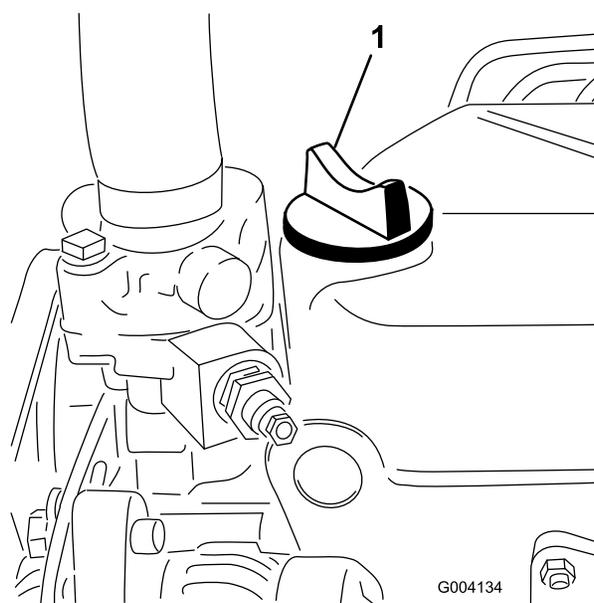

Figura 22
5. Se o nível de óleo se encontrar abaixo da marca Full (Cheio) da vareta, retire o tampão de enchimento (Figura 22) e adicione óleo até que o nível atinja a marca Full. **Não encha demasiado.**